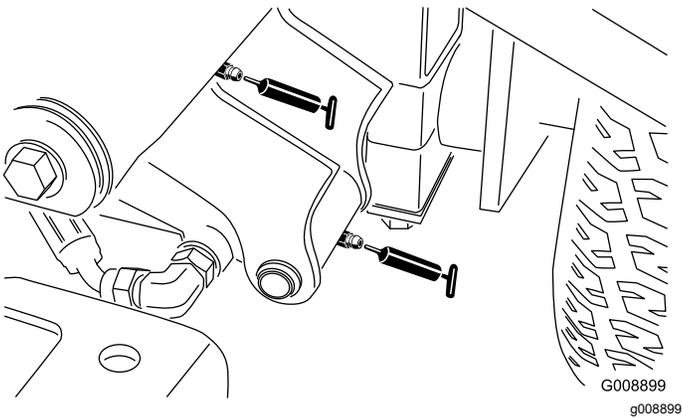

Figure 61
- Pivot de bras de levage avant gauche et vérin de levage (2 graisseurs) (Figure 61)